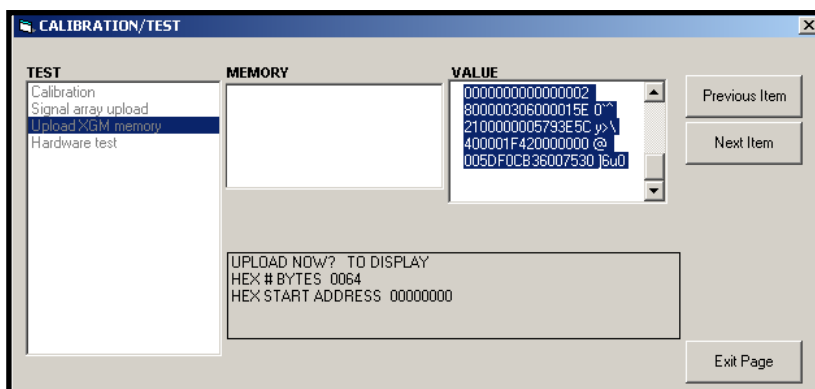

Рисунок 14. Вид окна программы PanaView, отображающего данные памяти XGF868i
- Если пользователь выберет команду *To Display* (На монитор), дважды щелкнув соответствующую вкладку, то в правой части экрана появится окно, сходное с показанным на илл. на рис. 14, а данные будут готовы для немедленной оценки. Щелкнув вкладку [Exit Page] (Покинуть страницу), пользователь закроет окно и вернется в меню *Calibration/Test* (Калибровка/проверка).